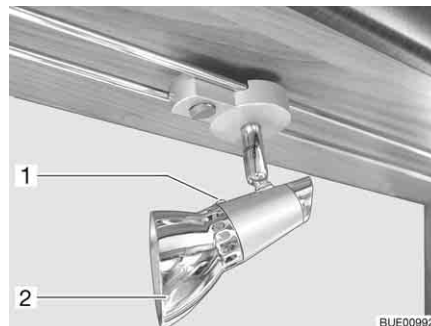

Bild 210 Halogenspotleuchte (verschiebbar)
- Befestigungsschraube (Bild 210,1) lösen.
- Lampenschirm (Bild 210,2) abnehmen.